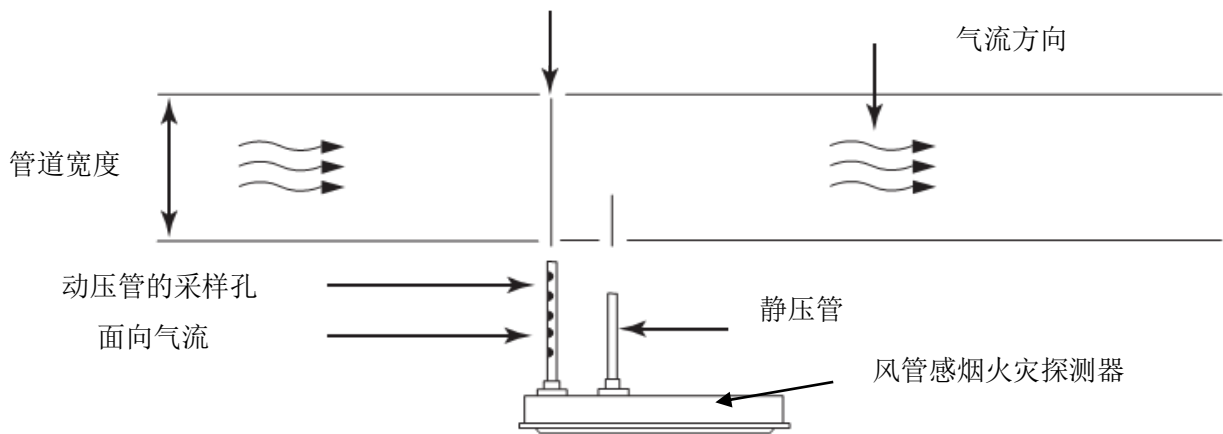

图 1-1 风管感烟火灾探测器工作方式
1.0.1~ 1.0.4 风管感烟火灾探测器是一种安装在暖通空调系统风管上，用于探测风管内是否存在烟雾的火灾探测器。一种典型的风管感烟火灾探测器的工作方式如图 1-1 所示。